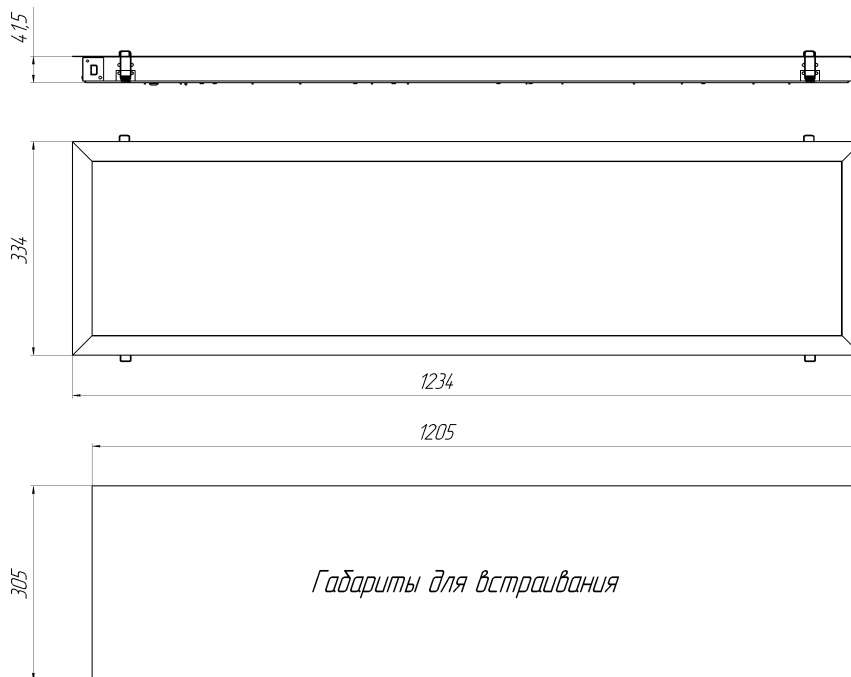

Рисунок 1. Габаритный чертеж Econex Office EGk 1200x300
5.1.2. Для установки светильника необходимо повернуть торцевую панель и аккуратно снять рассеиватель. Надежно закрепить на ровной поверхности корпус светильника при помощи комплекта креплений, габариты для монтажа см. рисунок 1.